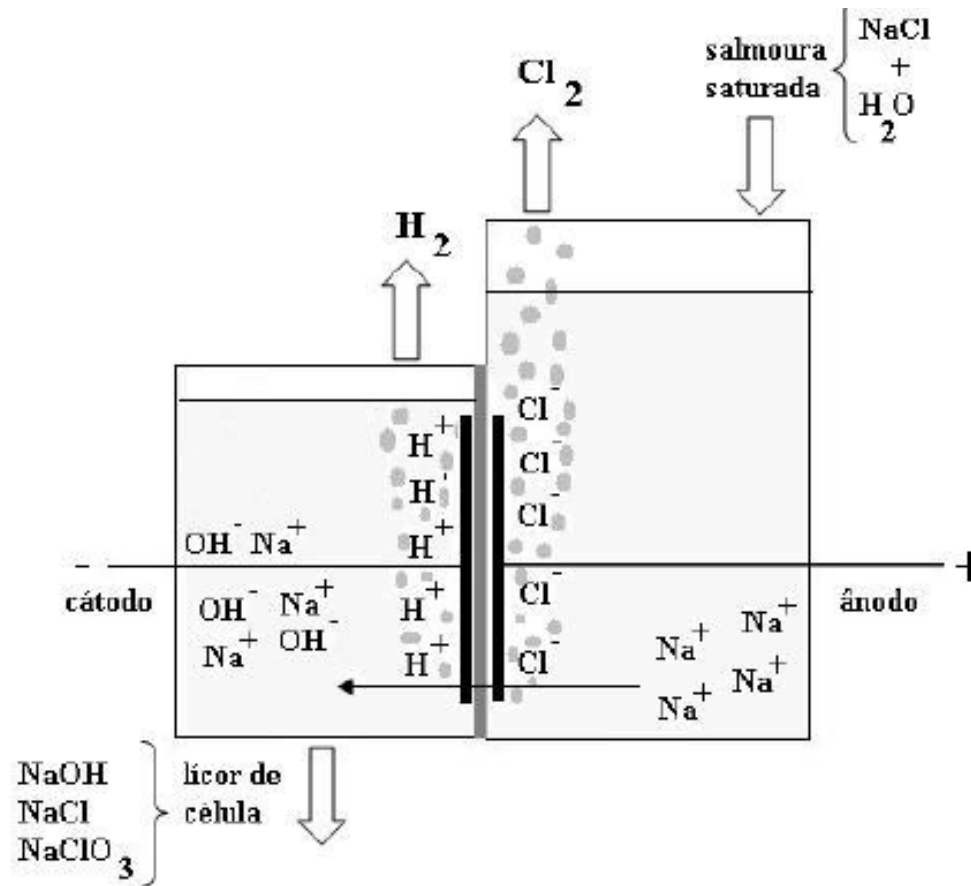

Figura 1: Produção eletrolítica de soda e cloro, processo à diafragma.
Figura 1. Esquema do experimento original, modificada da ref. 2. Um miliamperímetro, representado pela letra A, está intercalado entre o pólo positivo da alimentação da lâmpada e um eletrodo de grafita imerso no NaNO_3 fundido. Observe a localização onde se forma o depósito de Na dentro da lâmpada